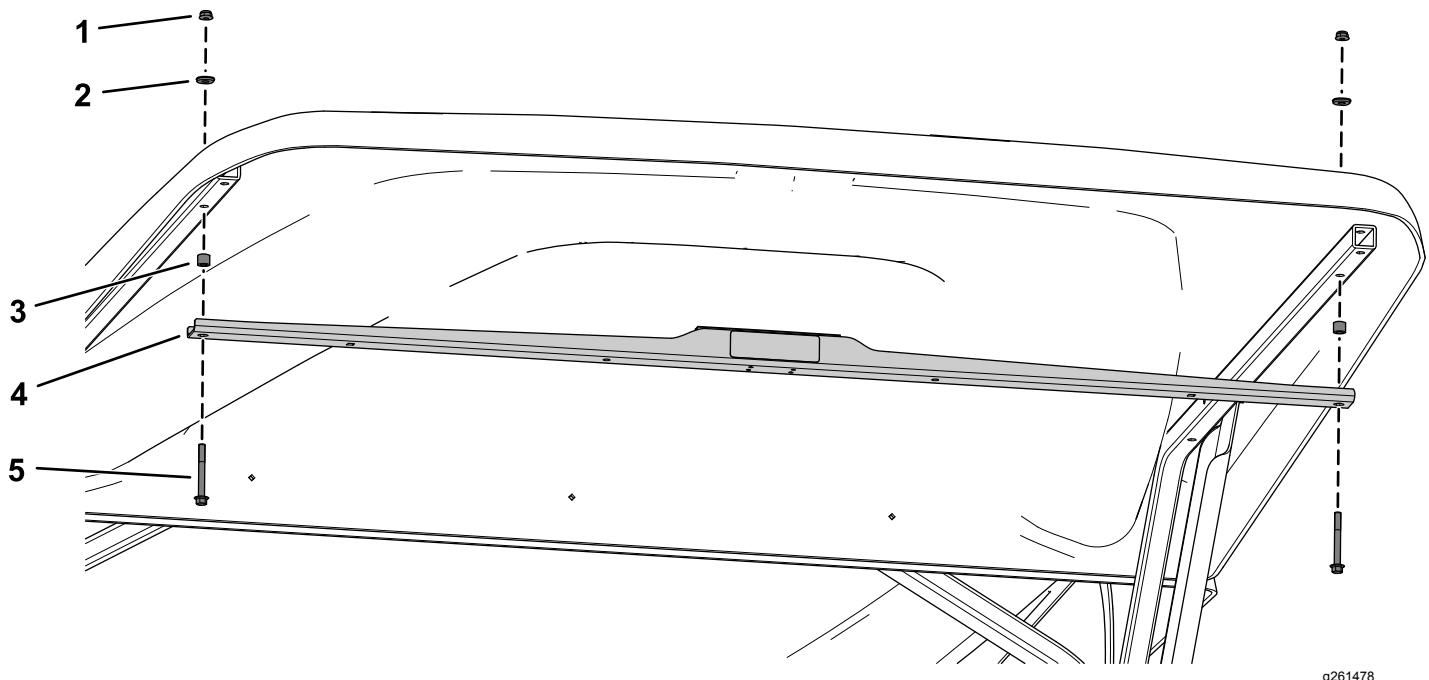

Figura 7
4. Sujete el tirante de la capota a la extensión de la capota usando 2 pernos con arandela prensada ($\frac{1}{4}$ " x $2\frac{1}{4}$ "), 2 espaciadores, 2 arandelas sellantes y 2 contratuerzas ($\frac{1}{4}$ "), como se muestra en la Figura 7.